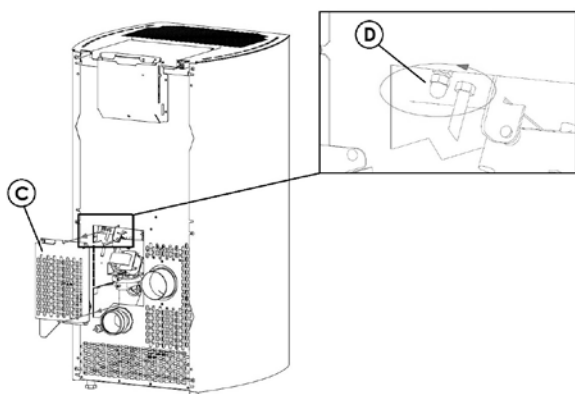

Fig. 44 - Retrait du carter
- Retirer le carter d'inspection « C » placé sur le dos de l'appareil (voir **Fig. 44**).